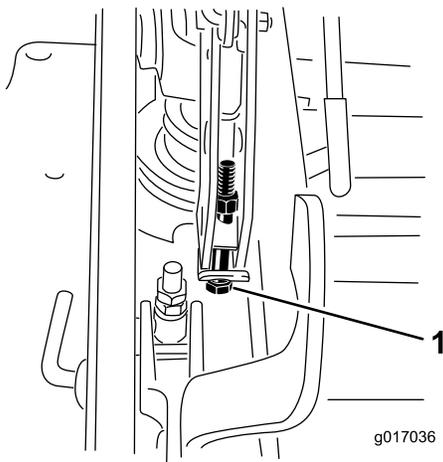

Figure 93
13. Si le tablier est trop bas, serrez le boulon de réglage monopoint dans le sens horaire. Si le tablier est trop haut, desserrez le boulon de réglage monopoint dans le sens antihoraire (Figure 93).
14. Serrez les 2 boulons au bas de la plaque de hauteur de coupe (Figure 93).